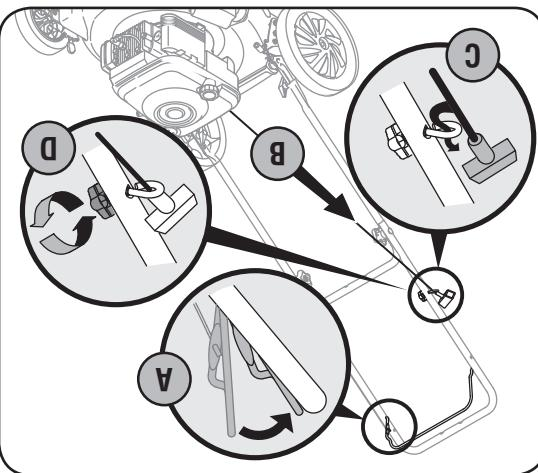

Figure 3
3. Installez du guidon du corde de la corde. Voir la Figure 3.
- e. Installez du guidon du corde de la corde. Voir la Figure 3.